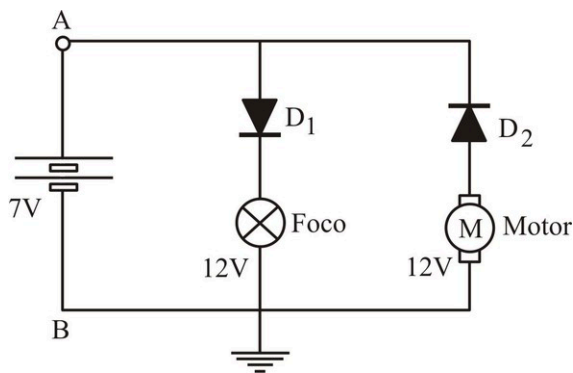

Figura 6. Configuración de diodos D_1 y D_2 .
1. Arme el circuito de la figura 6.